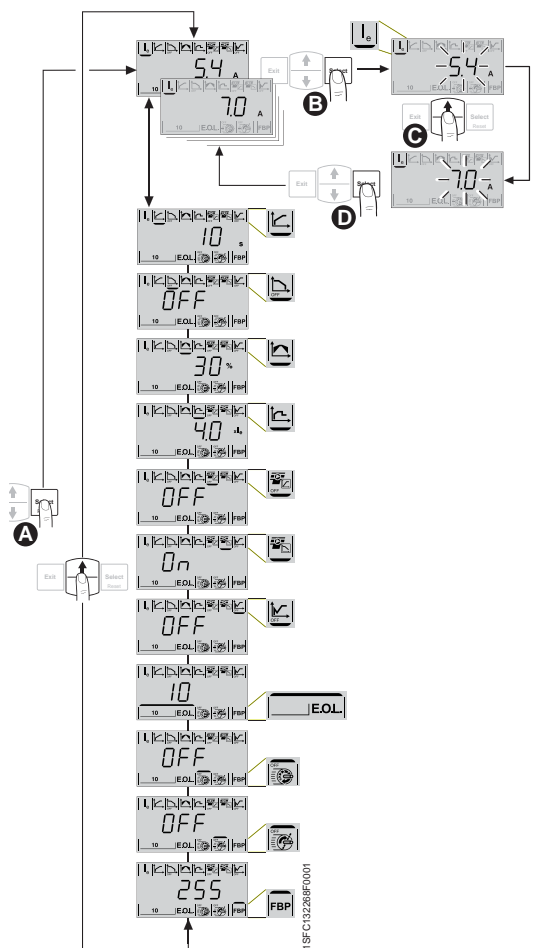

Рисунок 2.3.
10. Продолжить настройку параметра Ie, как указано на рис.2.3. Полная информация о конфигурации приводится в главе 6 «Человеко-машинный интерфейс» и главе 7 «Функции и конфигурации».